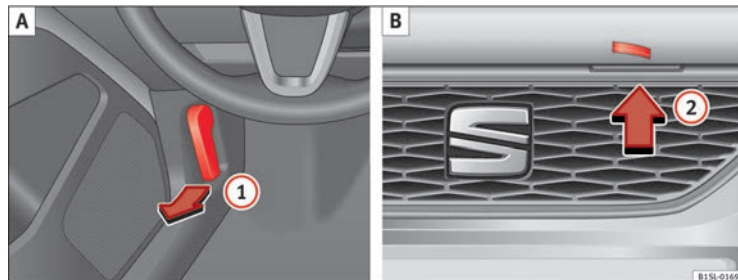

Abb. 112 A: Entriegelungshebel im Fußraum auf der Fahrerseite. B: Entriegelungshebel an der Motorraumklappe.
- Entriegelungshebel  in Pfeilrichtung ziehen ⇒ Abb. 112 A. Die Motorraumklappe springt durch Federkraft aus der Verriegelung des Schlossträgers ⇒ .